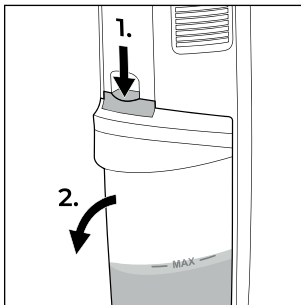

Fig. 20
1. Apăsați în jos butonul de deasupra rezervorului de apă murdară **2** (a se vedea fig. 20). Țineți mânerul rezervorului de apă murdară **2** în timp ce apăsați butonul în jos.
2. Trageți rezervorul de apă murdară **2** spre față din aparat (a se vedea fig. 20).